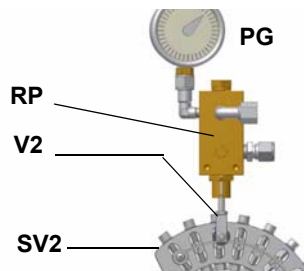

Рис. 25
- 10 для получения максимального расхода дизельного топлива регулировать давление (считывая значения на манометре PG), не изменяя при этом, уже отрегулированный, во время настройки работы на газе, расход воздуха (см. предыдущий параграф): все время проверяя параметры продуктов сгорания, воздействовать на винт варьируемого сектора, соответствующий жидкому топливу **SV2** (см. Рис. 25), но по достижении положения большого пламени.